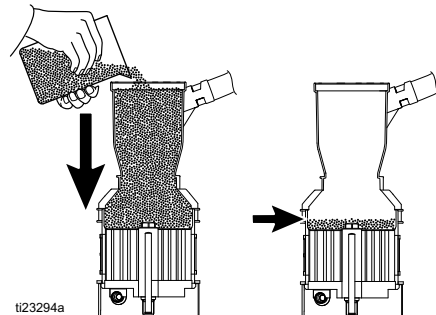

FIG. 21
6. À la fin de la journée de distribution, pulvériser dans un récipient à déchets jusqu'à ce que le niveau de produit descende jusqu'au compartiment de fusion. Voir la FIG. 21.